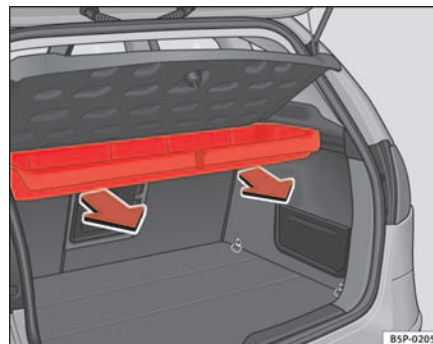

Fig. 122 Desmontaje caja portaobjetos
- Tire hacia afuera hasta desenclavar la caja de los ejes de giro. ⇒ fig. 122